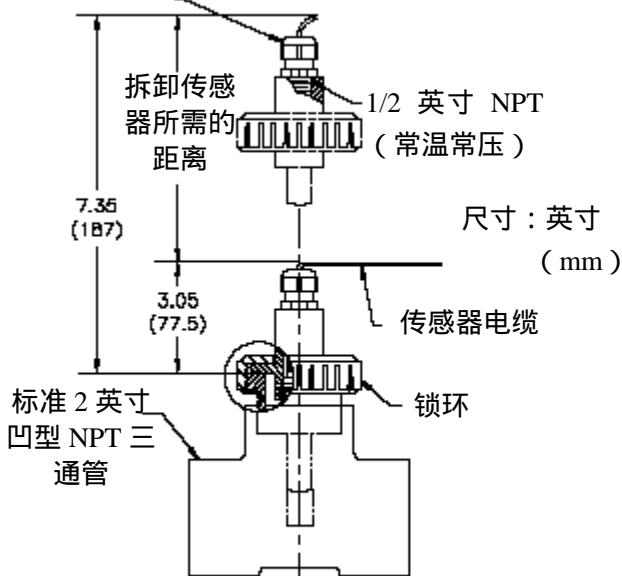

图 2-2 三通管安装说明
2. GLI 活接头安装适配器上的特殊螺纹套管与三通管 (或对焊管或管鞍) 的连接应采用聚四氟乙烯胶防漏。(管封材料聚四氟乙烯, Locktite 59321, 或其它同样功能的材料, 在较高溶液温度下可能不能提供足够的密封效果)。图 2-2 和 2-3 分别详细说明了三通管和法兰安装。